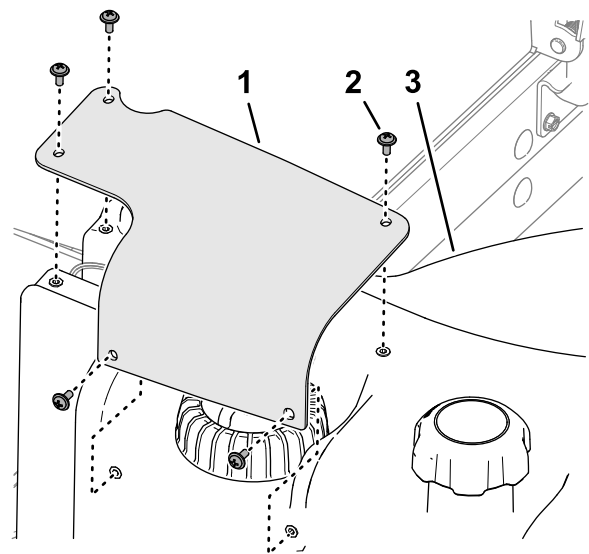

Figura 118
2. Retire os cinco parafusos de cabeça Phillips que prendem a cobertura de alimentação de combustível ao depósito de combustível e retire a cobertura (Figura 118).